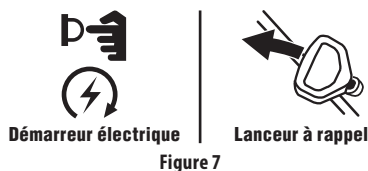

Figure 7
**NOTE :** Les instructions de démarrage suivantes concernent plusieurs moteurs. Déterminez le type de démarreur du moteur pour suivre les instructions qui s'appliquent. (Figure 7). Si votre moteur est doté d'un démarreur électrique, référez-vous à la sous-section Moteurs équipés d'un démarreur électrique. Si vous utilisez un lanceur à rappel, consultez la sous-section Moteurs équipés d'un démarreur à rappel.